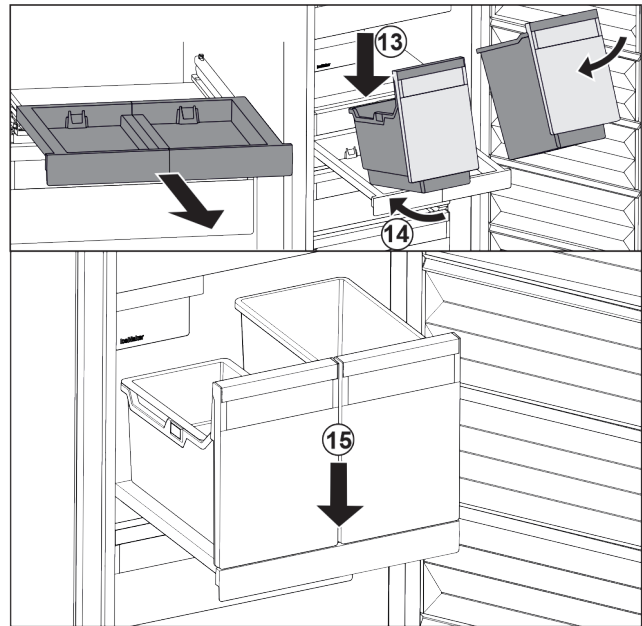

Fig. 35
- ▶ Встановити резервуар на витяжну панель навкосою. *Fig. 35 (13)*
- ▶ Насунути резервуар навкосою до заду. *Fig. 35 (14)*
- ▶ Резервуар опустити спереду. *Fig. 35 (15)*